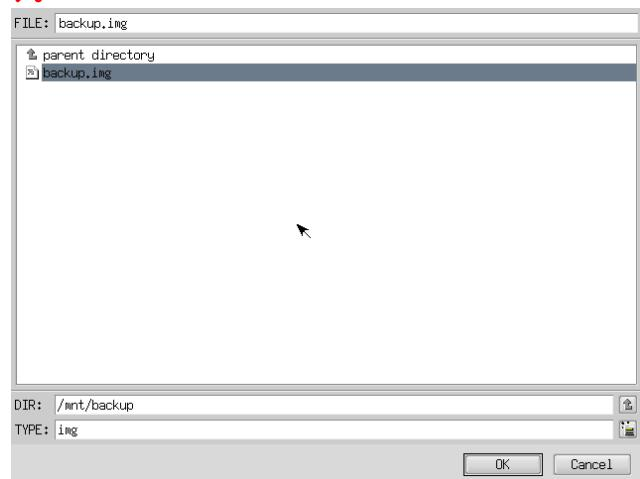

図 5-2-5. ファイル参照画面
- ⑨ ファイル参照画面（図 5-2-5）が表示されます。接続したストレージメディアは、/mnt にマウントされていますので、/mnt 以下から目的のファイルを探してください。[OK] を押すとファイル選択画面にもどります。
- ⑩ ファイル参照画面（図 5-2-5）で指定したバックアップファイルが入力されていることを確認します。[次へ] ボタンを押します。